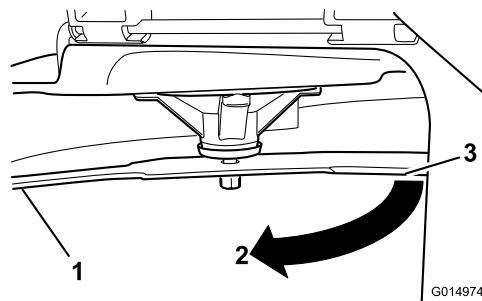

Figura 43
3. Distancia medida entre la cuchilla y la superficie (A)
4. Gire la misma cuchilla 180 grados de manera que el otro filo de corte esté en la misma posición (Figura 43).